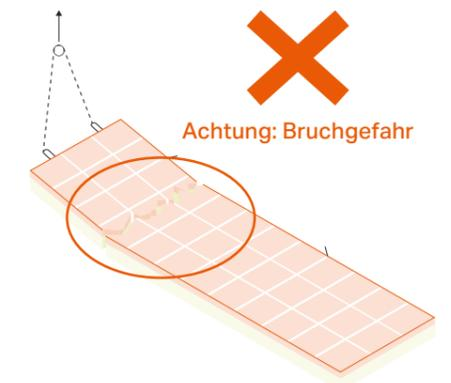

Abb. 9: Bruchgefahr - Stehend angelieferte Blenden nie flach auf den Boden legen und aus dieser Position heben.
- Stehend in der Box angelieferte Blenden dürfen niemals flach auf den Boden gelegt werden - Bruchgefahr (Abb. 9).